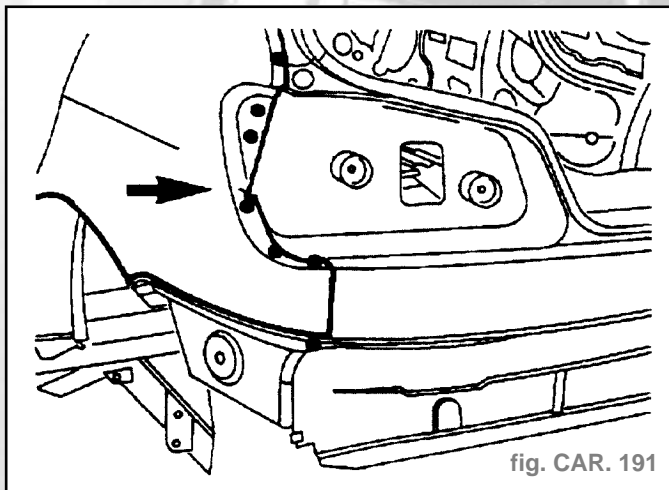

fig. CAR. 191
- Souder par points bouchons au MIG (fig. CAR. 191).